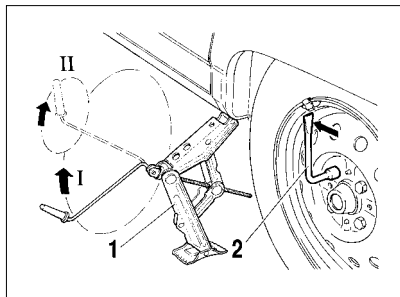

Рис. 49. Подъем автомобиля при замене колес
- ослабьте на один оборот комбинированным ключом 2 (рис. 49) болты крепления заменяемого колеса;